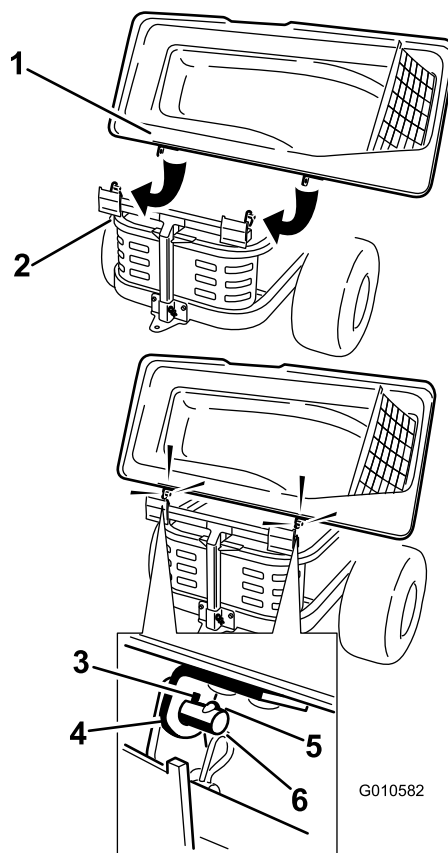

Figura 8
1. Installate il coperchio del sistema di raccolta sul relativo telaio. Girate il coperchio del sistema di raccolta per allineare i fori della chiavetta nelle staffe superiori del sistema di raccolta alle chiavette previste nei colonnini del relativo telaio (Figura 8). Spingete le staffe sui colonnini e girate il coperchio del sistema di raccolta per abbassarlo in posizione di servizio.